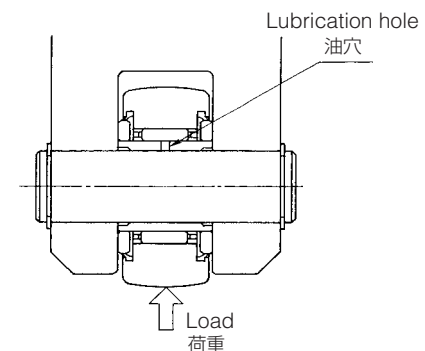

Fig. 11
- (2) When installing the roller follower, ensure that the lubrication hole on the inner ring is situated in the no-load area (the side not subjected to loading) (**Fig. 11**). Positioning the lubrication hole in the load area may reduce the life of the roller follower.
- (2) ローラフォロアを取付ける場合は、内輪の油穴位置は非負荷域 (荷重を受けない側) に取付ける (**図11**)。油穴が負荷域にあると、短寿命の原因となる。